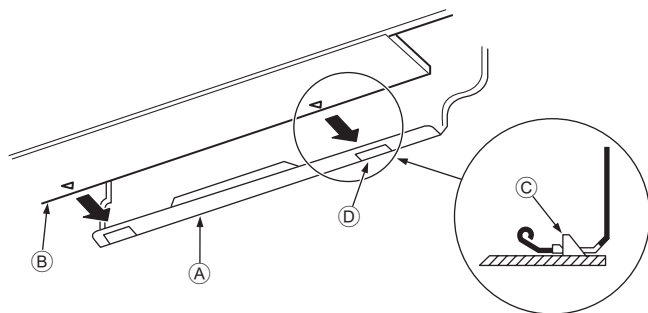

Fig. 3-10
3. Hängen Sie den oberen Teil der Innenanlage an die Montageplatte ①, während Sie die Kältemittelleitung und das Abflussrohr in die Wandöffnung (Tülle) einführen.
5. Befestigen Sie die Innenanlage, indem Sie sie gegen die Montageplatte ① drücken. (Fig. 3-10)
- \* Vergewissern Sie sich, dass die Knöpfe unten an der Innenanlage sicher in die Montageplatte ① eingehängt sind.
① Montageplatte
② Innenanlage
③ Haken
④ Rechteckige Öffnung